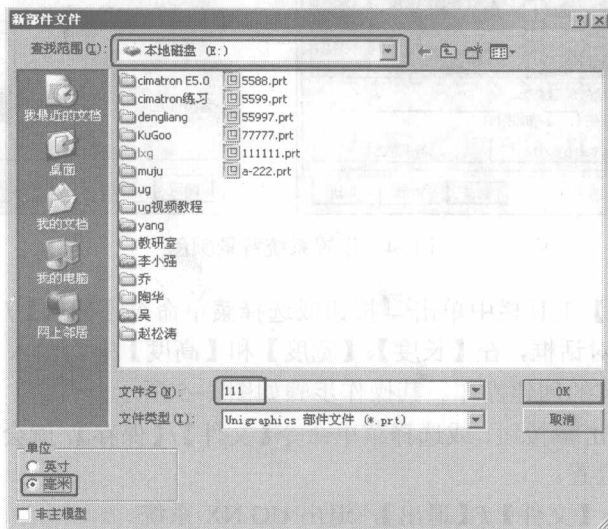

图 1-3 创建新部件文件
2) 建立一个新的 UG NX 文件。在 UG NX 初始界面的【标准】工具栏中单击  按钮，或选择菜单命令【文件】/【新建】，弹出【新部件文件】对话框，选取新文件在磁盘上的存放位置，并在【文件名】中输入“111”，作为新文件名。在【新部件文件】对话框的【单位】栏中选中“毫米”单选按钮，以符合国家标准。其操作步骤如图 1-3 所示。